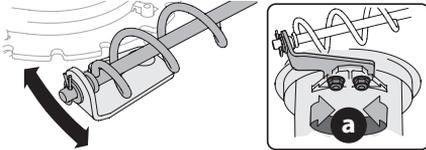

Figura 50
1. Afloje las dos tuercas (a) que sujetan la ménsula del canal y cambie su posición ligeramente (Figura 50).